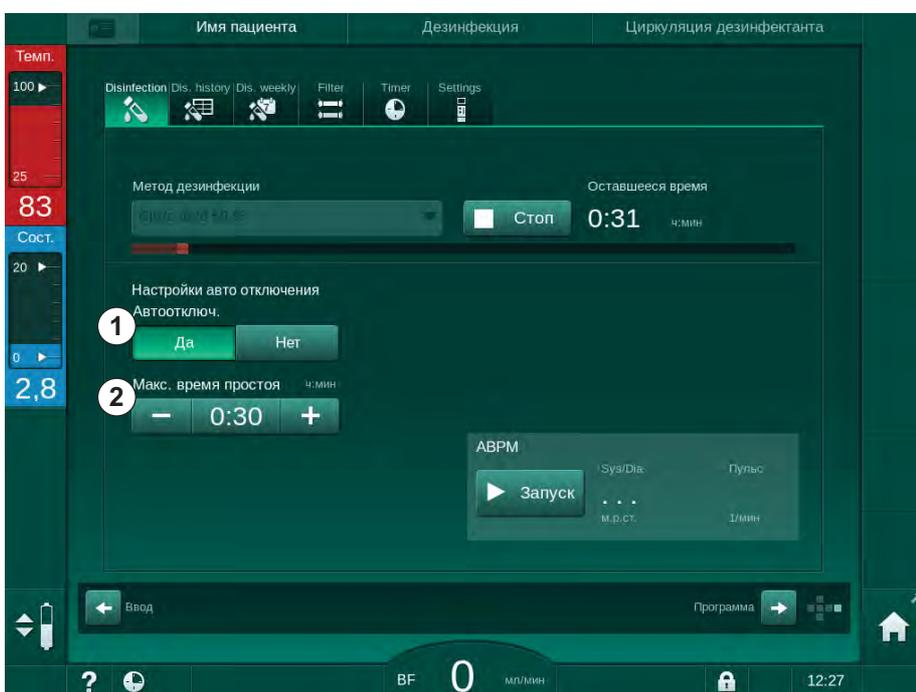

Рис. 7-15 Выполняется дезинфекция - активировано *Автоматическое выключение*
После выбора экрана дезинфекции отображаются предварительные настройки для функции *Автоотключ.* (*Да* или *Нет*, а также максимальное время режима ожидания, если выбрано *Да*). Настройки этой функции можно изменить в любое время до или после начала дезинфекции путем нажатия на *Автоотключ., Да* или *Нет* (Рис. 7-15, ①).